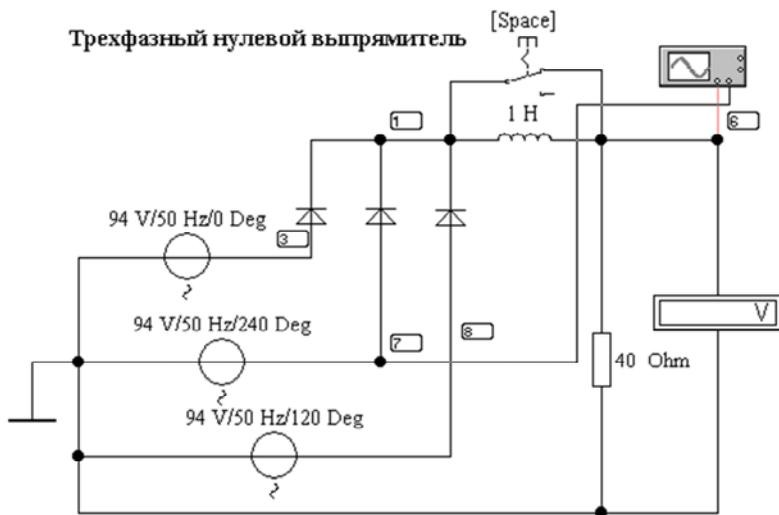

Рис. 19.8. Трёхфазный нулевой выпрямитель (файл `rect_4f.ewb`)
3. Выполнить Фурье-анализ для трех- и многофазных схем выпрямления (**rect_4f.ebw**, **rect_5f.ebw**, **rect_6f.ebw**, рис. 19.8, 19.9, 19.10). Рассчитать коэффициент пульсаций $k_{\text{п}} = U_{m(1)} / U_0$ для основной гармоники (с частотой $m \cdot f_c$). Сравнить с табличным значением.